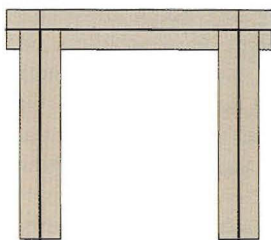

Рис. 5
- 3) формирование сечения тонкостенного типа в виде набора прямолинейных полосок, каждая из которых имеет постоянную ширину (рис. 5).